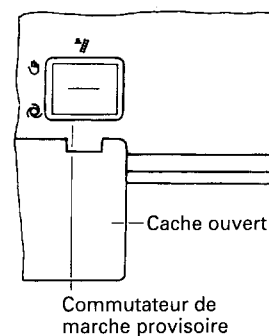

Fig. 13
2. Positionner le commutateur de marche provisoire "☀" sur "☾" (fig. 13).